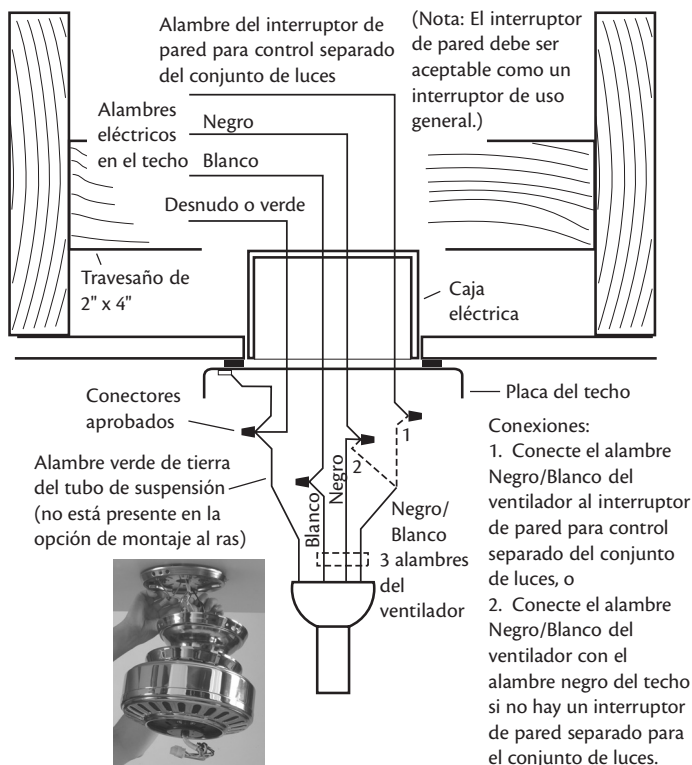

Figura 17 - Conexiones eléctricas del ventilador
2. Usted puede usar uno o dos interruptores de pared para controlar el ventilador y/o las luces separadamente. Use la conexión 1, como se describe en la Figura 17, para
Use la conexión 2, que se describe en la Figura 17, si no existe un alambre separado del interruptor de la pared para el conjunto de luces.
3. Conecte los alambres como se muestra en la Figura 17. Para conectar los alambres, tuerza las puntas desnudas juntas. Coloque una tuerca para alambre sobre las puntas desnudas trenzadas y gírela a la derecha (en el sentido del reloj) hasta que quede lo más apretada posible.